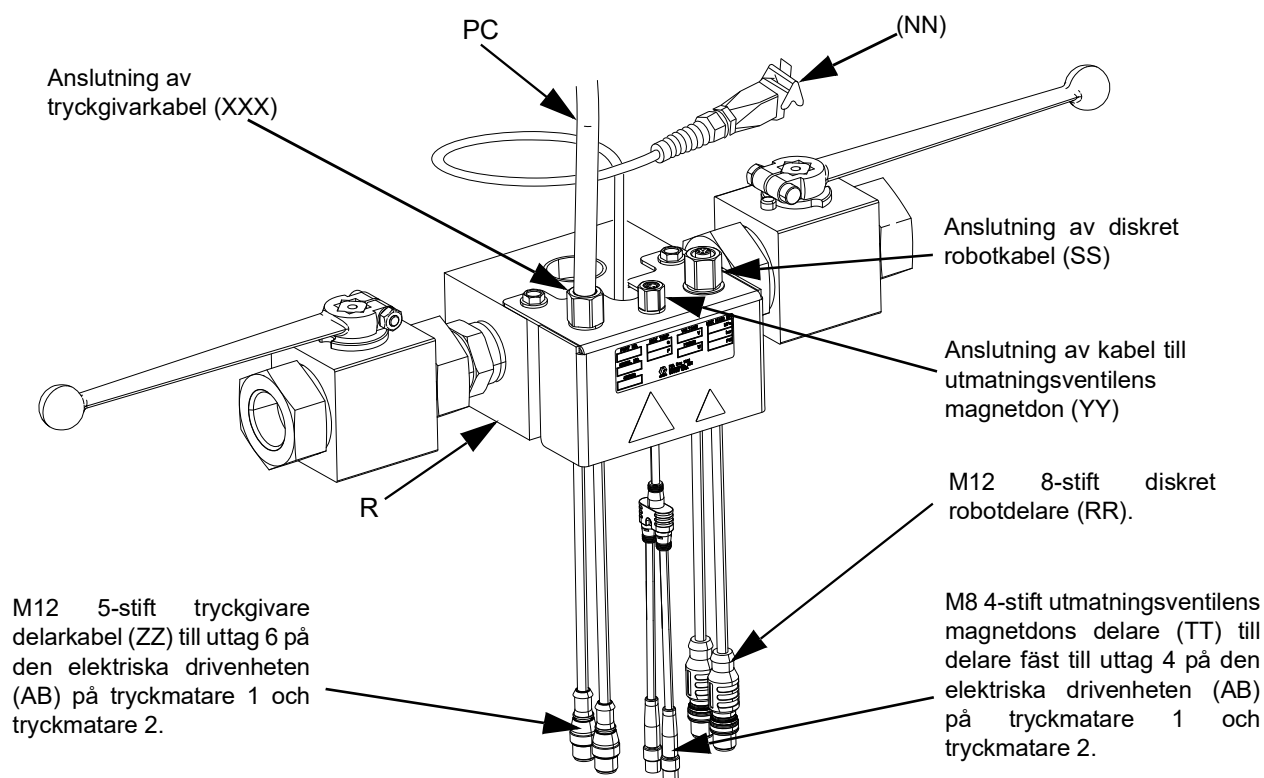

FIG. 29
- Vid användning av enkelt iQ tryckmatarsystem, anslut tryckgivarkabeln (PC) till uttag 6 på eldrivningen (AB). Se **Eldrivenheters kommunikationsanslutningar** för enkel tryckmatare på sidan 18.
- Anslut tryckgivarkabeln (PC) från utmatningsventilen (B) till tandemblockventilens tryckgivardelare. Se FIG. 29.
- Anslut en hankontakt på M12 5-stifts tryckgivardelarkabel (ZZ) på tandemblocket (R) till uttag 6 på eldrivningen (AB) på tryckmatare 1. Anslut den andra hankontakten till uttag 6 på tryckmatare 2. Se **Eldrivenheters kommunikationsanslutningar** för **Dubbel tryckmatning** på sidan 19.